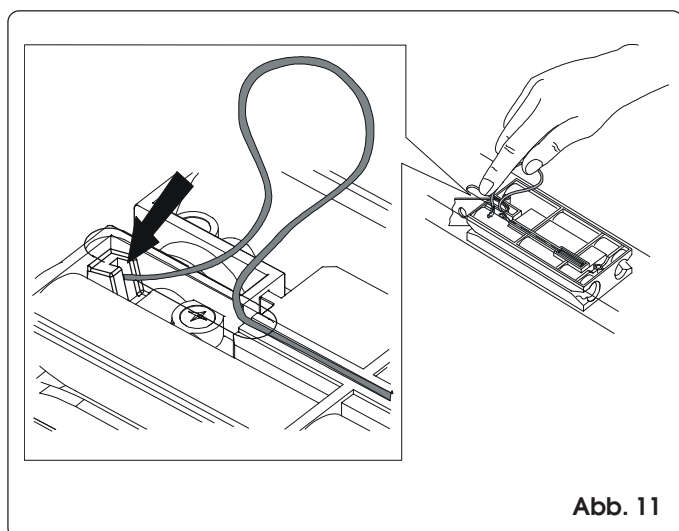

Abb. 11
- 3) Ziehen Sie den Laufwagen soweit zur Antriebskupplung zurück, bis die durchgehende Bohrung am Laufwagen mit dem Schlitz der Laufschiene zusammenfällt, und führen Sie dann das gestrippte Kabel ein (Abb. 11).